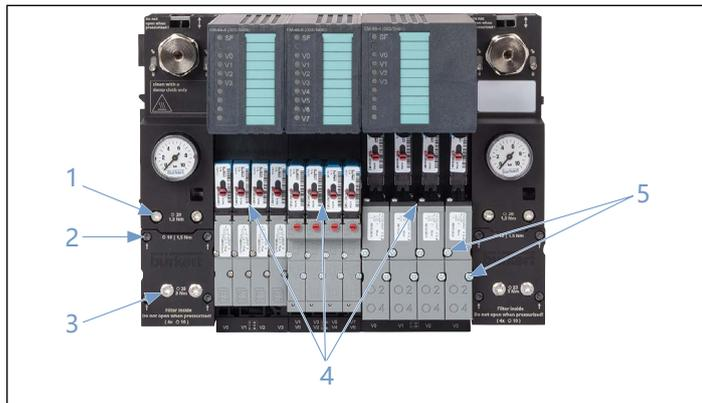

图20: 螺钉连接和操作元件的位置
- 小心地将连接片上的所有夹紧螺栓 (参见 “图20”) 逆时针旋转到底。
- 松开连接片上的所有夹紧螺栓（参见“图20”）（小心地将夹紧螺栓逆时针旋转到底）。